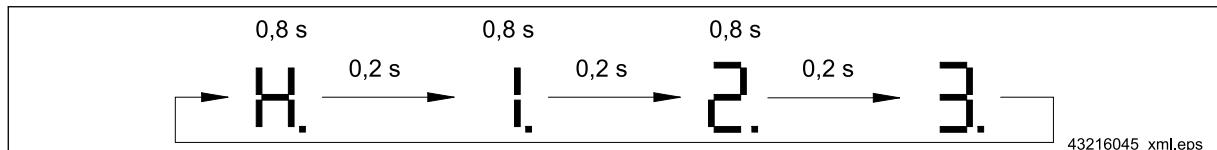

Abb. 8 Beispiel: 123 Betriebsstunden
- Betriebsstunden \Rightarrow Abb. 8, Seite 28,